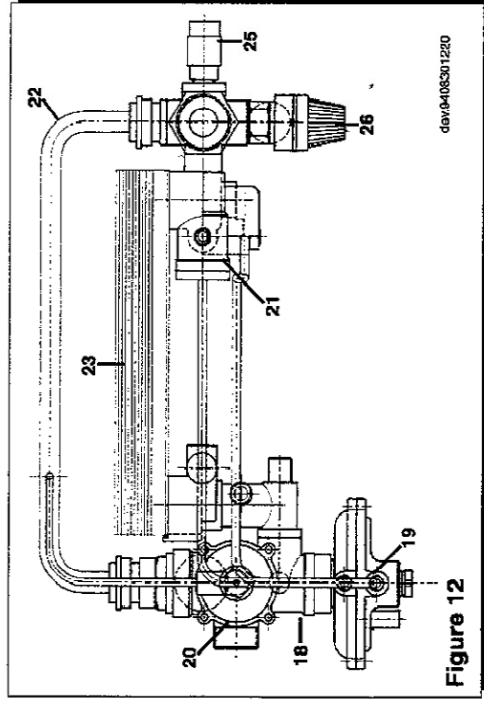

Figure 12
- * vider l'installation, en se limitant si possible à la chaudière, **grâce au robinet de vidange** (25 figure 12);